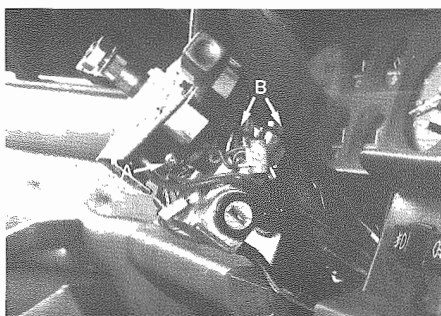

Fig. 11 - A - Viti fissaggio deviatore luci
- Smontare il deviatore luci ed il bloccasterzo (Fig. 11); staccare le connessioni elettriche.
- Remove switch block assy and steering lock (Fig. 11); disconnect electric wires.